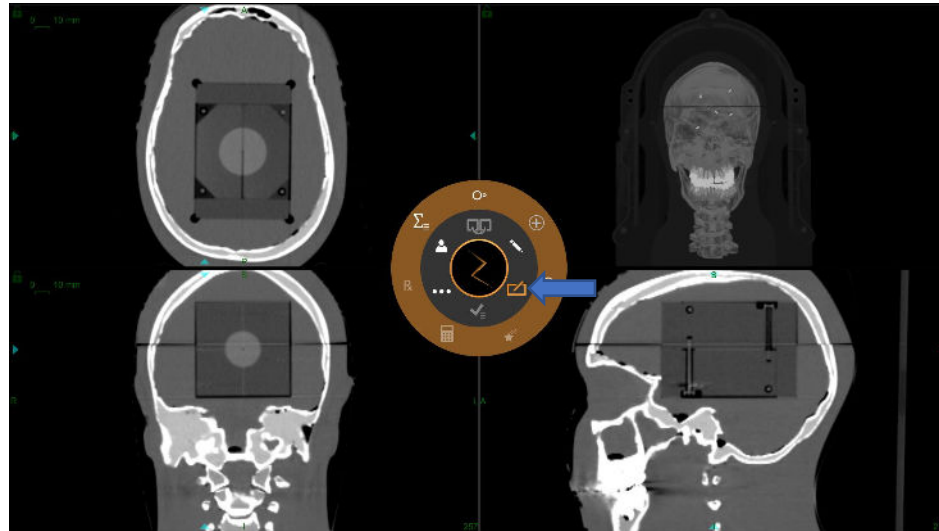

Abbildung 7-2 Plan-Symbol.
1. Klicken Sie auf das Symbol **Plan**, um ein Isozentrum hinzuzufügen (siehe Abbildung 7-2).